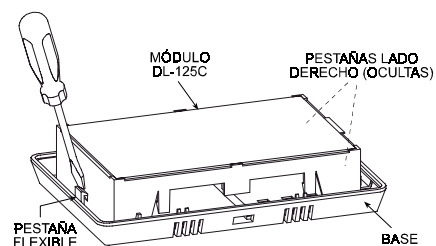

Figura 3. Separando módulo y base
- B. Introduzca la punta de un destornillador entre la pestaña flexible y el lateral del módulo electrónico del DL-125C (ver figura 3).